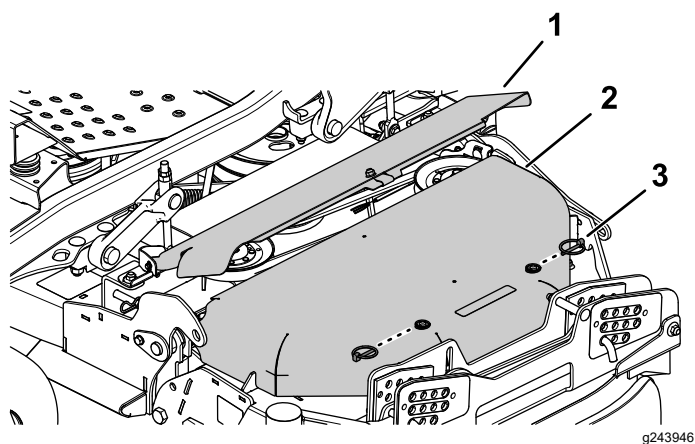

Figure 59
4. Enlevez les deux goupilles à anneau du couvercle de courroie extérieur et déposez ce dernier (Figure 59).
5. Faites pivoter le couvercle de courroie intérieur vers le haut (Figure 59).